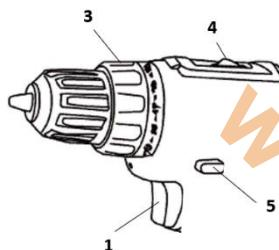

Рисунок 2.3.1. Органы управления.
- (рисунок 2.3.1.) и держите его нажатым.
- Нажмите на триггерный выключатель «1» (рисунок 2.3.1.) для включения лампы. Лампа
Направления вращения патрона можно изменять с помощью переключателя «5», при отпущенном клавише выключателя «6» (рисунок 2.3.1.).
2. Отрегулируйте кольцо регулировки крутящего момента «3» (рисунок 2.3.1.) на требуемый уровень усилия затяжки.
Установите переключатель «4» (рисунок 2.3.1.) на символ «сверление».